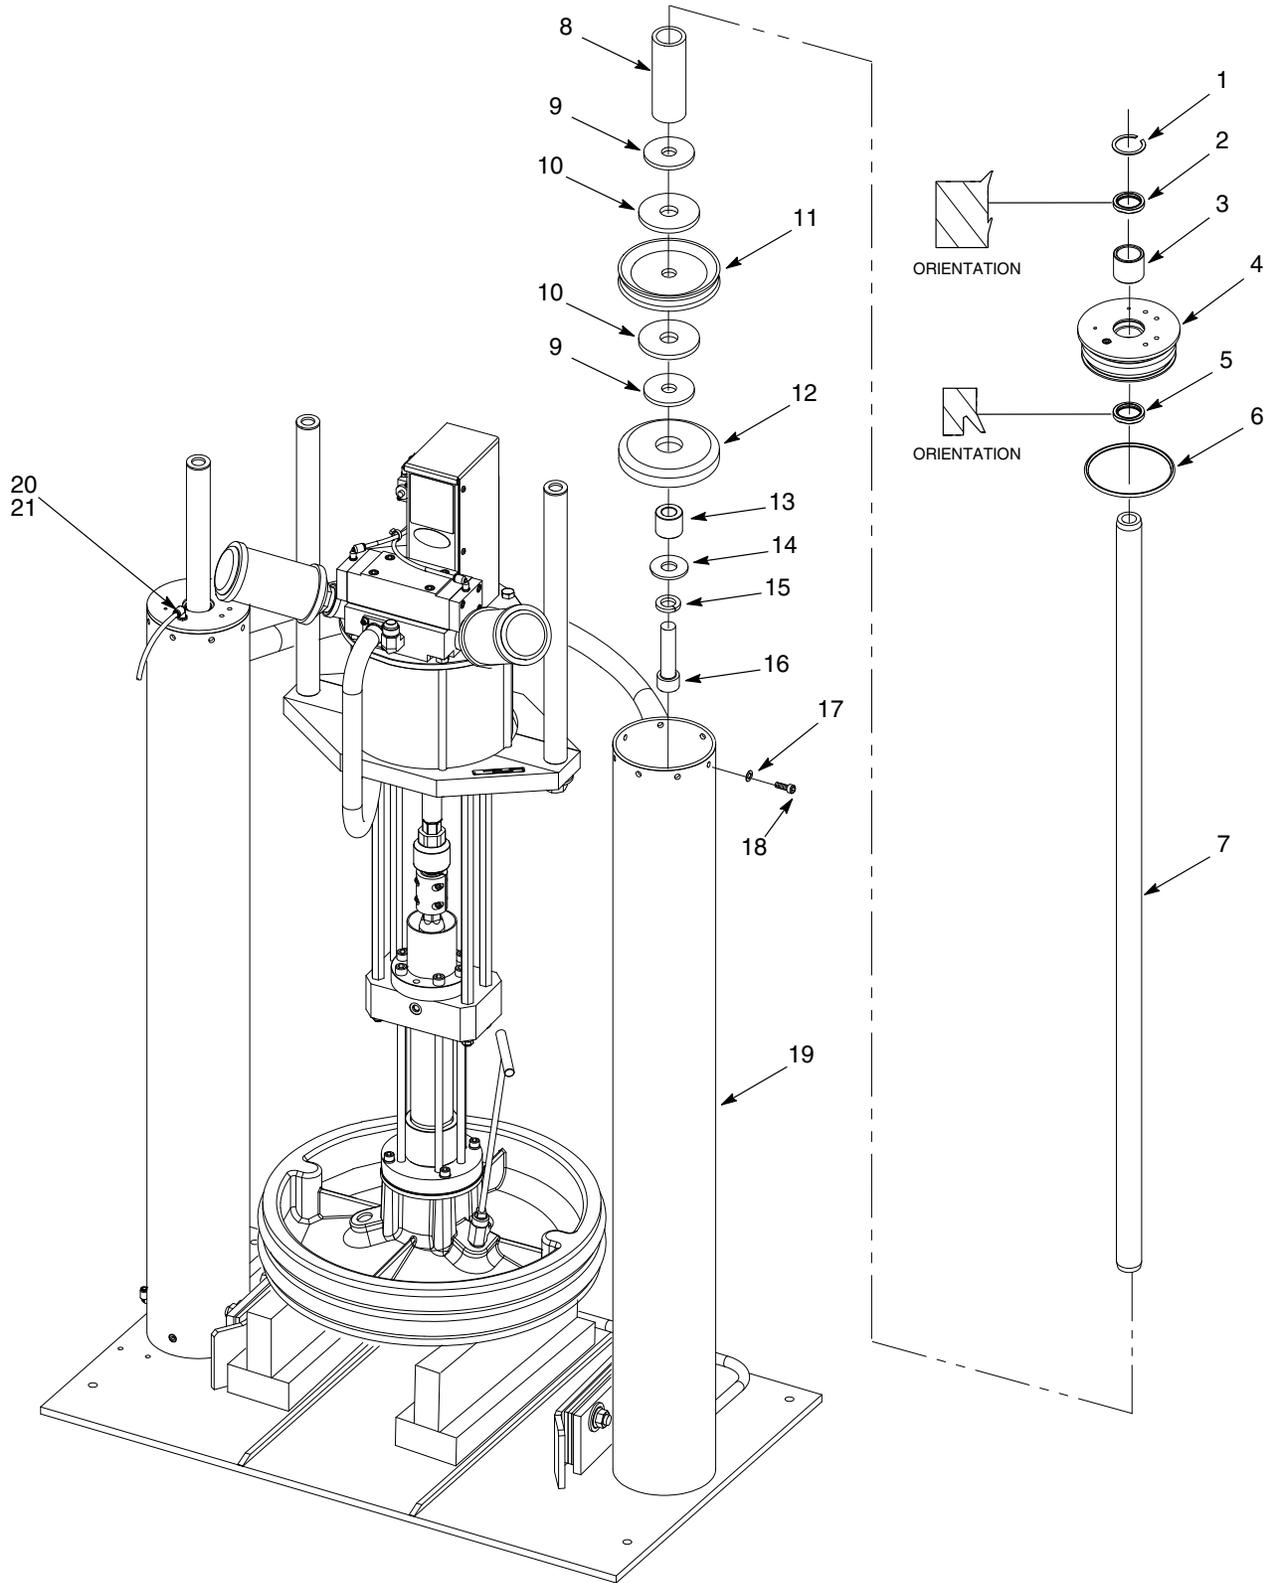

Figure 3 Reconditionnement des vérins pneumatiques du grand bâti
- Voir la figure 3. Retirer de chaque tige (7) les éléments suivants :
- vis de la tige (16)
- rondelles freins (15)
- rondelles plates (14)
- entretoise du bas du piston (13)
- disque de guidage du piston (12)
- plaques d'appui du piston (9)
- joints plats (10)
- joint du piston (11)
- arrêt du piston (8)
- Retirer la tête de vérin (4) de chaque tige de vérin (7).
- Voir la figure 3. Nettoyer les parois intérieures des vérins pneumatiques (19). Appliquer immédiatement du lubrifiant pour joints toriques afin de prévenir la corrosion.
- Nettoyer les têtes de vérin (4) et les tiges (7).
- Remplacer les joints (5 et 11), les racleurs (2), les paliers (3), les joints toriques (6) et les joints plats (10).
- Voir la figure 3. Lubrifier les pièces neuves suivantes avec de la gelée de pétrole et les mettre en place à l'intérieur de chaque tête de vérin (4) :
- joint de la tige (5)
- palier (3)
- racleur (2)